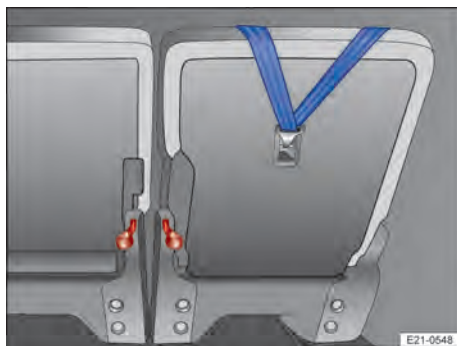

Fig. 37 Bancos traseiros: cinto de fixação superior enganchado (Top Tether).
5. Passar o cinto de fixação superior da cadeira de criança por trás do banco e prendê-lo no ponto de fixação Top Tether → Fig. 37.